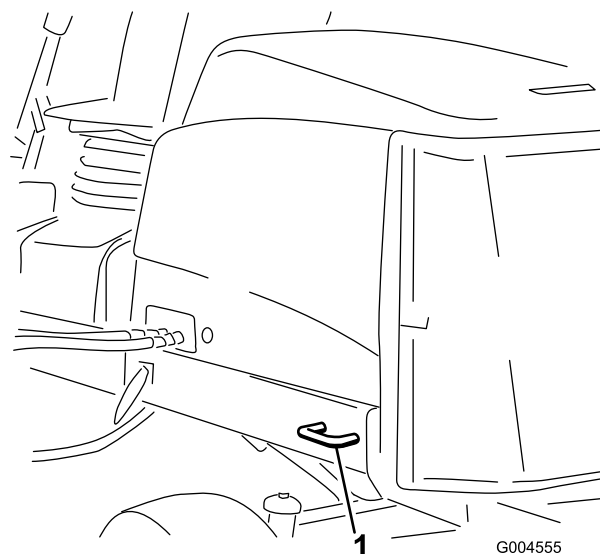

Figure 36
- **Arrière de la machine** – chaque côté de la machine sur le cadre arrière (Figure 36)